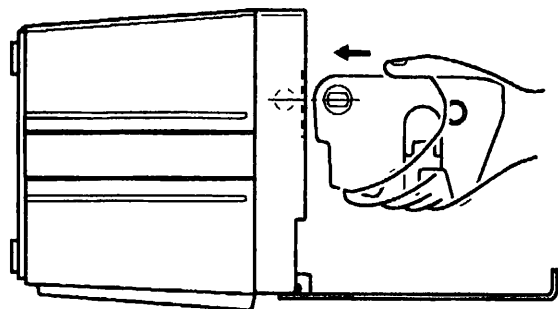

図2-7.
- ① 先づペンを上げてあることを確認します。
- ② 図2-7に示すように両手で送り部を持ち水平にして、本体軸受に両側同時に挿入します。